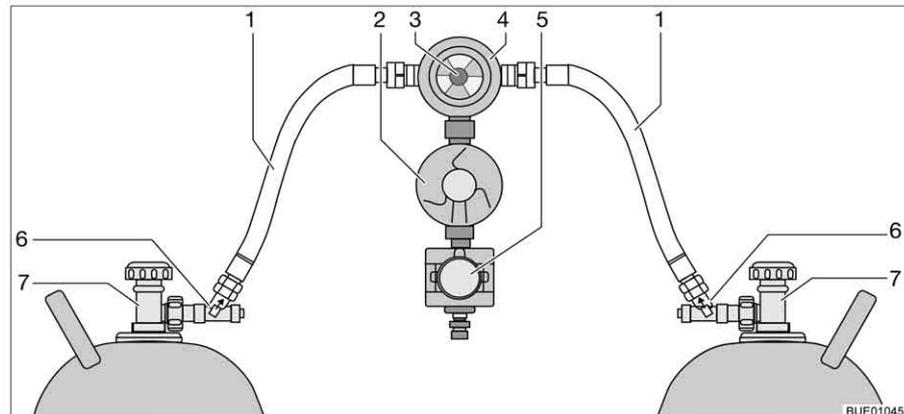

Fig. 143 Instalación de conmutación Crash-Protection-Unit
La Crash-Protection-Unit se compone de dos restrictores de desbloqueo manual (Fig. 143,6), una válvula selectora (Fig. 143,4) con regulador de presión (Fig. 143,2), una electroválvula (Fig. 143,5) y la unidad de mando con LED de tres colores. La válvula selectora está montada entre las dos gomas del gas (Fig. 143,1).
Con el botón giratorio (Fig. 143,3) en la válvula selectora se puede determinar cuál de las bombonas de gas se utilizará como bombona de servicio y cuál bombona de gas como bombona de reserva.
En la unidad de mando (Fig. 144) únicamente pueden conmutarse las funciones eléctricas. Las llaves de paso principales de las bombonas de gas (Fig. 143,7) y los desbloques (Fig. 143,6) deben abrirse a mano.
- Abrir las llaves de paso principales en las bombonas de gas (Fig. 143,7).
- Pulsar los desbloques (Fig. 143,6), uno tras otro, durante 10 segundos.
- Con el botón giratorio (Fig. 143,3) en la válvula selectora (Fig. 143,4), seleccionar la bombona de gas de la que habrá de tomarse el gas principalmente (bombona de servicio).
- Cerrar las llaves de paso principales en las bombonas de gas (Fig. 143,7).